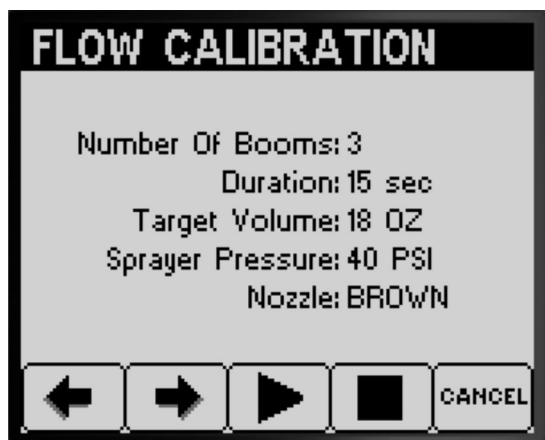

図 50
- テスト内容確認画面で、boomの数、ノズルの色を確認し、問題なければボタン3を押してテストを開始する 図 50。